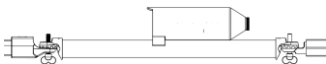

Figura 6 - Detalhe da montagem do cabeçote e da vara de manobra
- Conecte o Contact Tester CSU à Vara de manobra, utilizando o adaptador universal de acordo com figura 6;